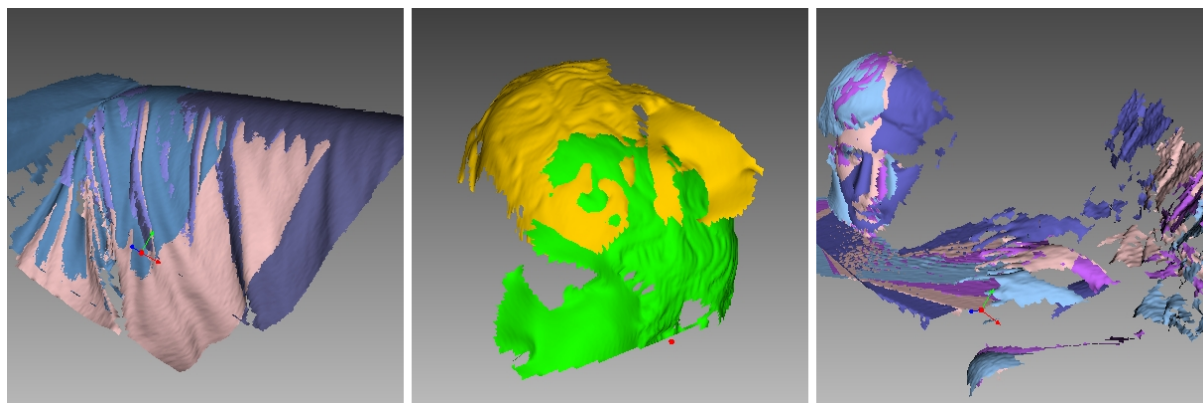

Рис. 8.4: Возможные ошибки сканов.
- Сдвиг поверхностей друг относительно друга (см. Рис. 8.4, слева) может происходить из-за недостаточного количества, малого размера геометрических особенностей на объекте или малого числа полигонов в кадре.
- Некорректно совмещенные части (см. середину Рис. 8.4) появляются, если алгоритм совмещения в режиме реального времени некорректно определил положение нового кадра относительно предыдущих.
- Попадание в кадр посторонних объектов (см. Рис. 8.4, справа).